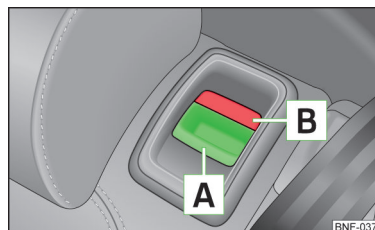

Fig. 50
- › Apăsăți butonul de siguranță **A** » fig. 50 și nclinați nainte spătarul scaunului.
- › Apăsăți butonul de siguranță **A** » fig. 50 pe ambele părți ale spătarului și nclinați nainte spătarul scaunului.
- › Asigurați-vă că marcajul de culoare roșie **B** » fig. 50 nu mai este vizibil.
► Asigurați-vă că marcajele de culoare roșie [B] » fig. 50 de pe ambele părți ale spătarului nu mai sunt vizibile.